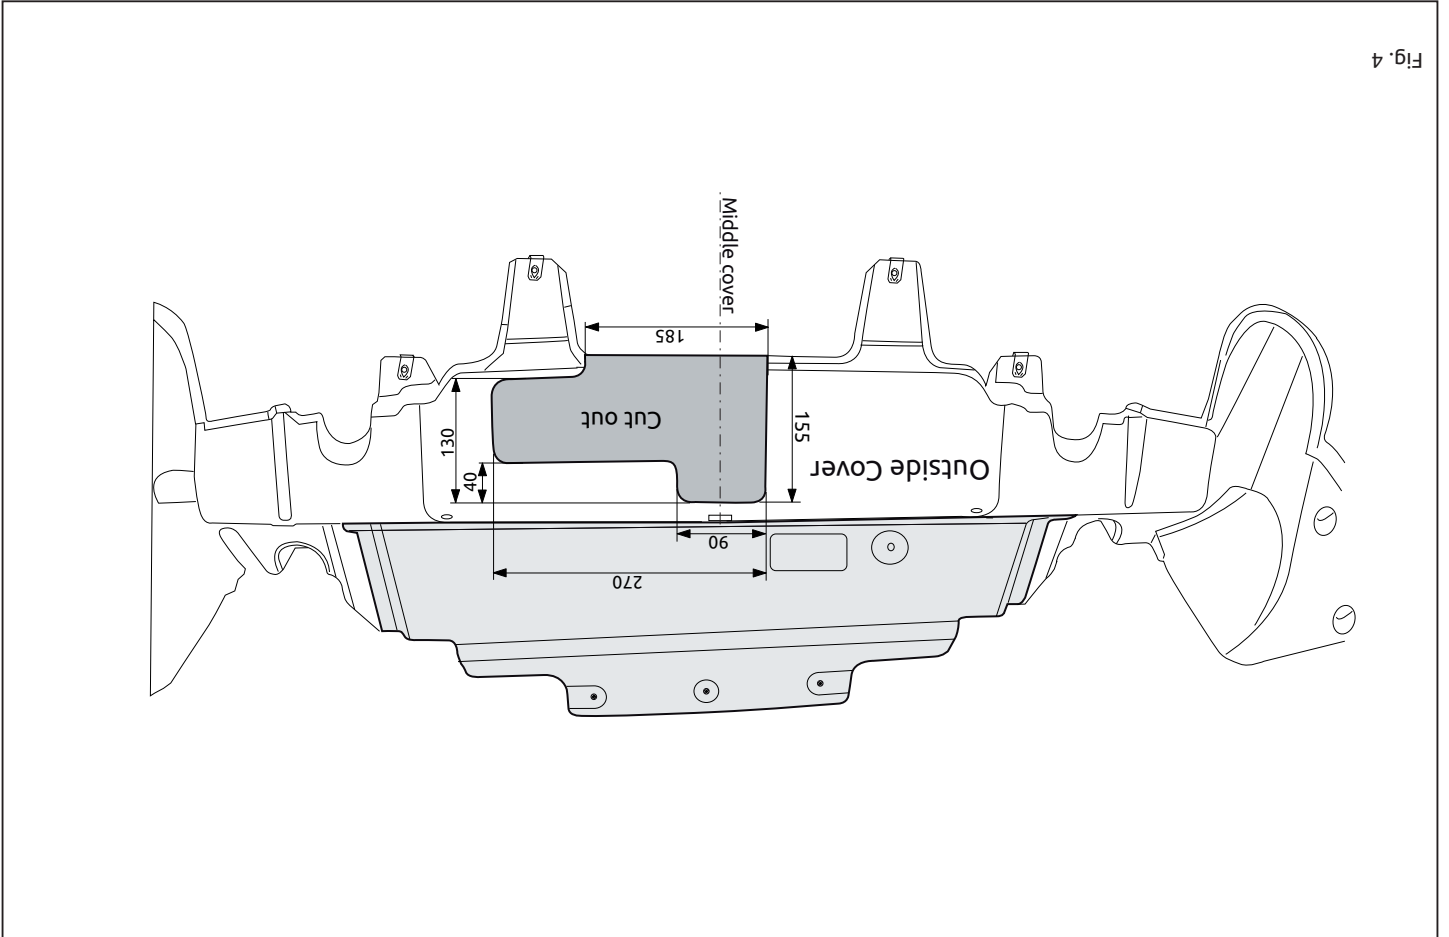

Fig. 4
13. Saw a portion out of the cover plate as shown in figure 4.
13. Gemäß Abb. 4 einen Teil aus der Abdeckplatte heraussägen.